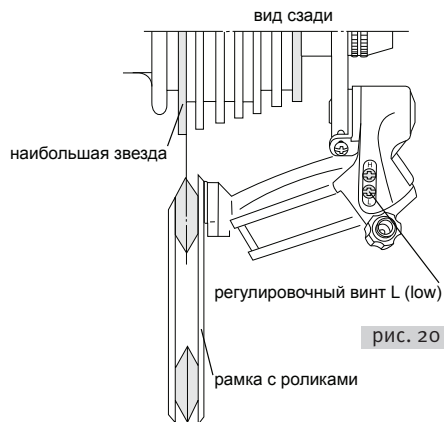

рис. 20
- 3.7.6. Вращая шатуны вперед с помощью шифтера, установите цепь на большую звезду в кассете (рис. 20).
- 3.7.7. Ограничительным винтом L (low) добейтесь того, чтобы при крайней низшей передаче (наибольшая звезда) рамка с роликами свободно находилась в плоскости большой звезды (рис. 20), при этом переключение шифтера в положение низшей передачи должно проходить легко и четко.